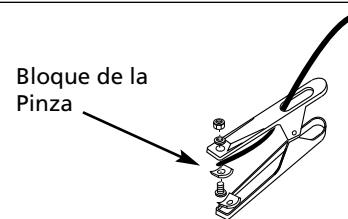

Figura 4 - Ensamblaje de la Pinza
- Introduzca el cordón a través del mango de la pinza y deslice el extremo pelado (sin forro) dentro de la pinza. Apriete la tuerca hex y cerciórese de que el alambre esté asegurado (Figura 4).